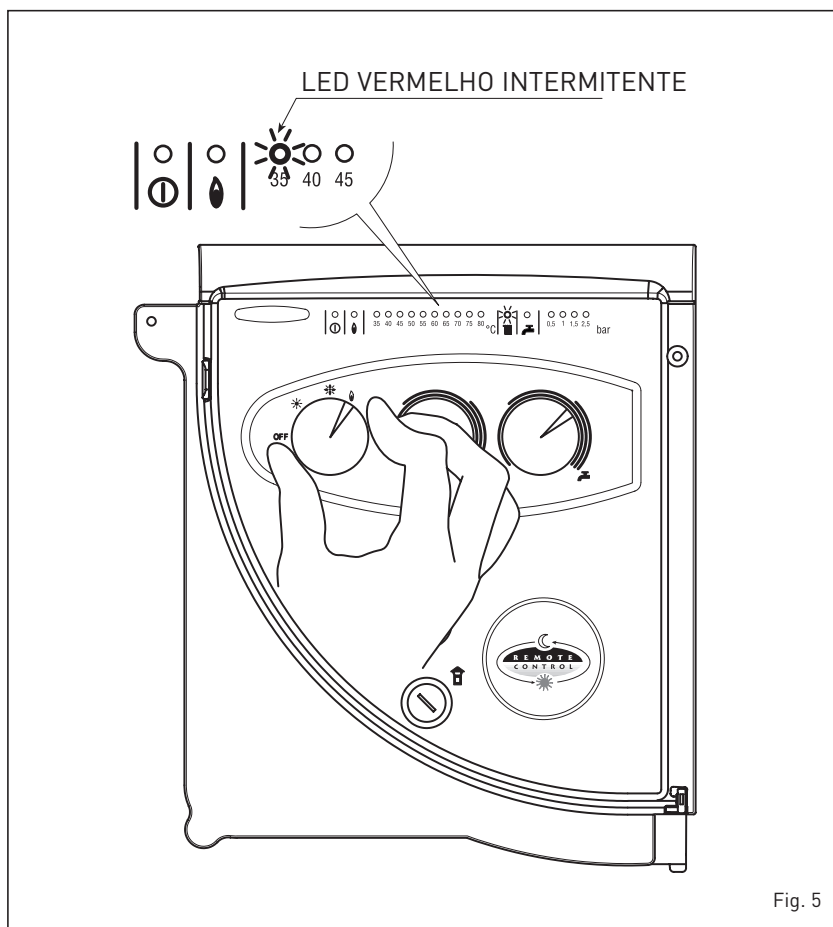

Fig. 5
- **Intervenção do termóstato de segurança** (fig. 5)